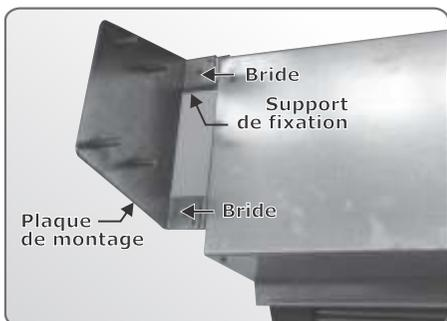

FIGURE 25
8. Inversez la plaque de montage de façon à ce que le moteur soit tourné dans la direction opposée. Soudez par points les brides de la plaque de montage sur celles du support de fixation comme indiqué dans la figure 25, en laissant un espace suffisant entre la plaque de montage et le boîtier du volet pour permettre à la chaîne de circuler.